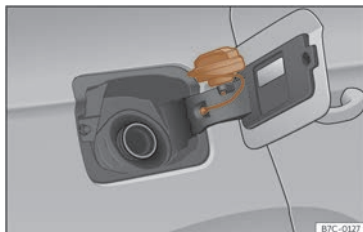

**Fig. 193** Trappe à carburant avec bouchon ouvert.
- Placez le bouchon dans le logement se trouvant sur la charnière de la trappe à carburant ouverte » **fig. 193**.